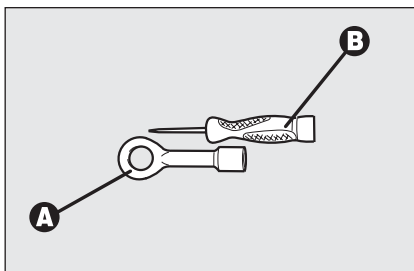
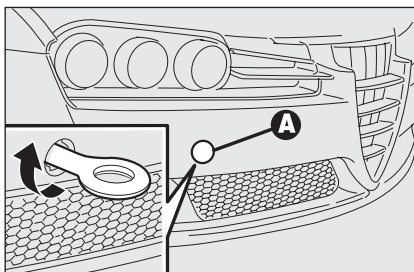

fig. 66
fig. 67
- ❑ prélever l'anneau de tractage **A-fig. 66** de la boîte du Fix&Go automatic.
- ❑ enlever le bouchon **A-fig. 67** inséré à pression sur le pare-choc avant. Pour cette opération, si l'on utilise le tournevis en dotation **B-fig. 66** avec une lame plate, il faut protéger la pointe de la lame par un chiffon souple, pour éviter l'endommagement éventuel de la voiture.